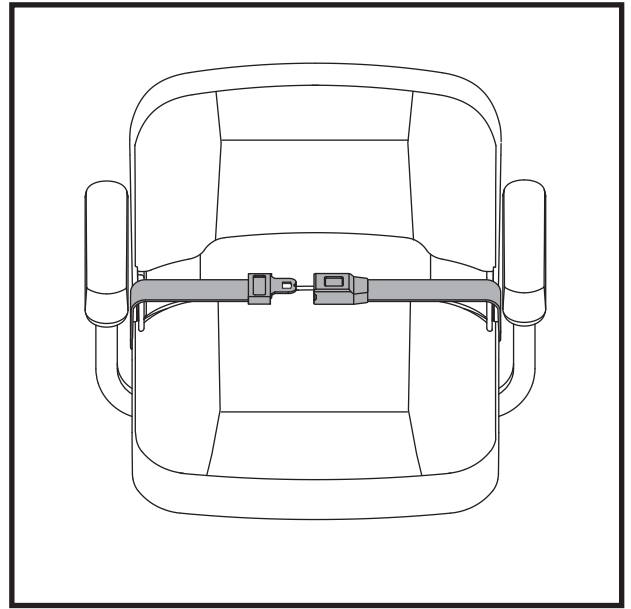

Figure 18. Ceinture de positionnement–De type attache in métal
1. Insérez l'onglet de la ceinture côté droit dans la boucle de ceinture côté gauche jusqu'à ce que vous entendiez le "clic". **Voir la figure 18.**